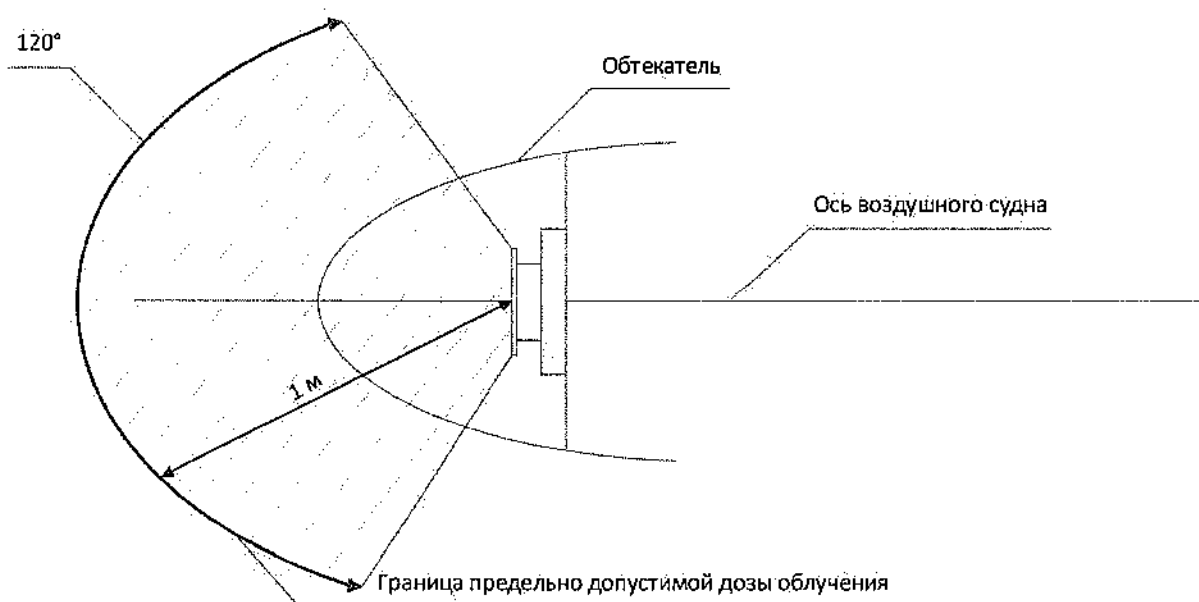
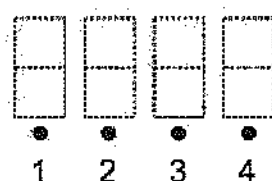

Рисунок 1 – Граница предельно допустимой дозы облучения
Рисунок 2 – Блочный индикатор на лицевой панели изделия
2.2.5 Схемы подключения к изделиям А813М-20-XXX (рисунок 1) и 1А813М-XXX (рисунок 2) сопрягаемых систем приведены в приложении 1. Возможность установки изделия на различных ВС требует конфигурирования изделия под соответствующую схему соединения с сопрягаемыми системами. Конфигурирование изделия для конкретного ВС осуществляется на заводе-изготовителе в соответствии с согласованными схемами подключения и протоколами информационного взаимодействия с сопрягаемыми системами.